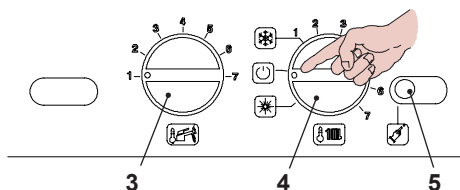

Fig. 5.54
- Per uscire dalla programmazione posizionare il selettore di funzione / manopola regolazione temperatura 4 come indicato in Fig. 5.54.